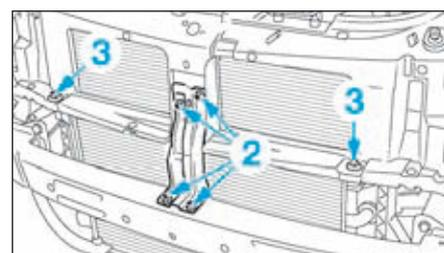

FIG.125
- Déposer les vis de fixation (2) (Fig.125) du raidisseur central de façade avant.
- Déposer les vis de fixation (3) du radiateur.